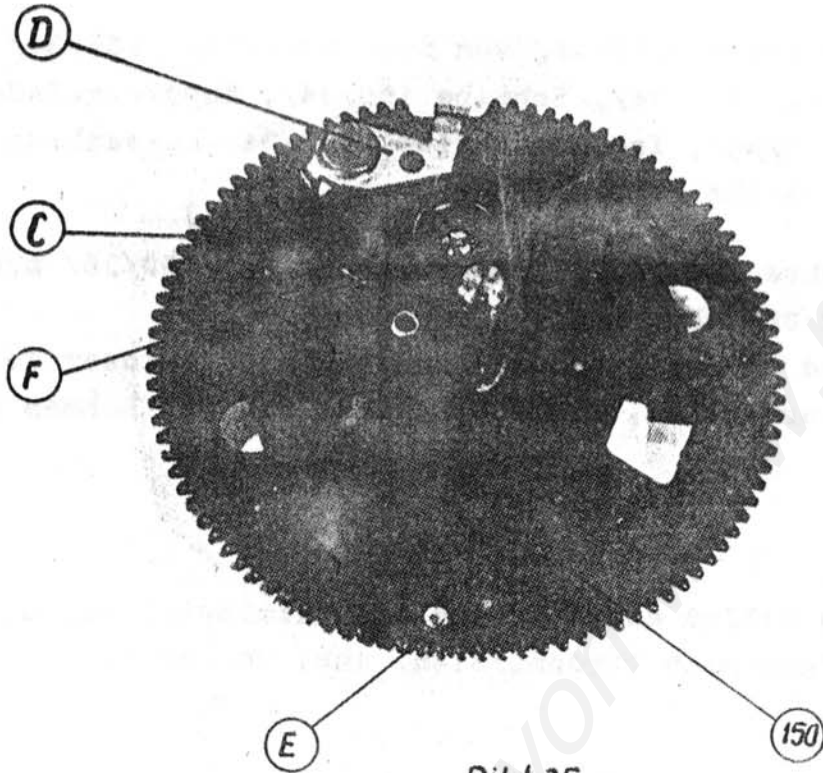

Bild 35
Die Scheiben sollen entsprechend dem Axialspiel, das 0,2 mm betragen soll, aufgenommen werden./Siehe Abb. 35 und 36/.
3. Startklinke "D" /Abb.35/ darf einwandfrei am Zahnradniet sich bewegen.